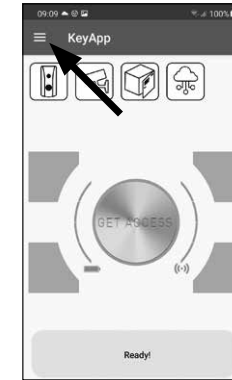

Abb. 79
- 1 Öffnen Sie das Hauptmenü (Abb. 79).